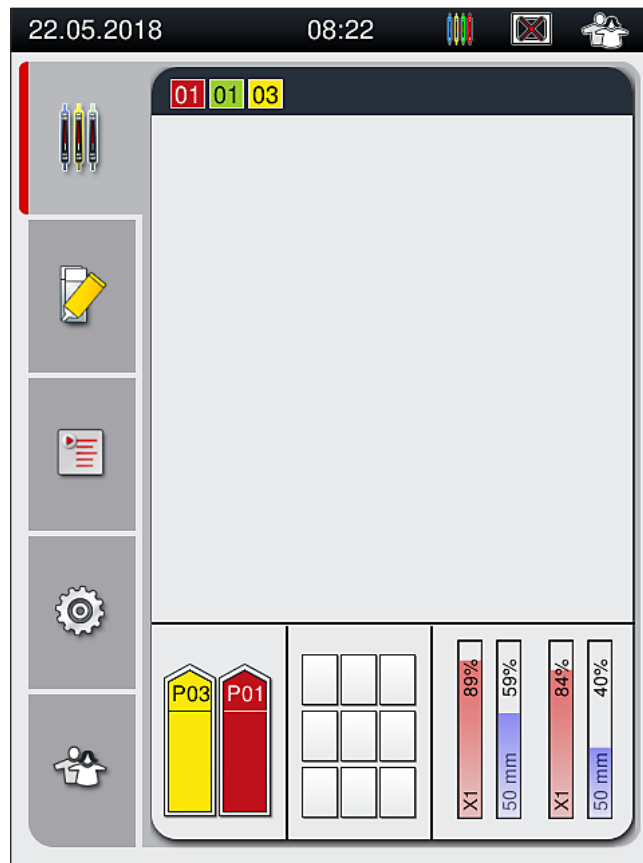

Abb. 73
- Die erkannte Farbe des Bügels wird in der Prozess-Statusanzeige dargestellt (→ Abb. 73).